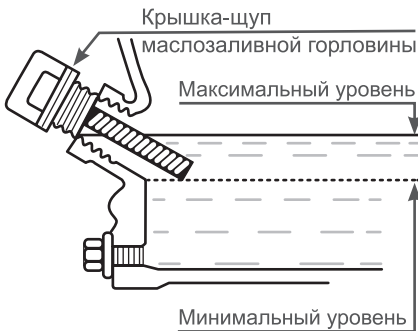

Рис. 7 Проверка уровня масла в картере
- Аккуратно вытащите щуп и осмотрите его. Уровень масла должен соответствовать верхней отметке на щупе. При недостаточном уровне масла в картере необходимо долить чистое масло до верхней отметки на щупе, что соответствует нижней кромке заливного отверстия (Рис.7). После окончательной проверки, плотно закрутите крышку-щуп.
Максимальный уровень масла в картере соответствует нижней кромке маслозаливной горловины (Рис.7).